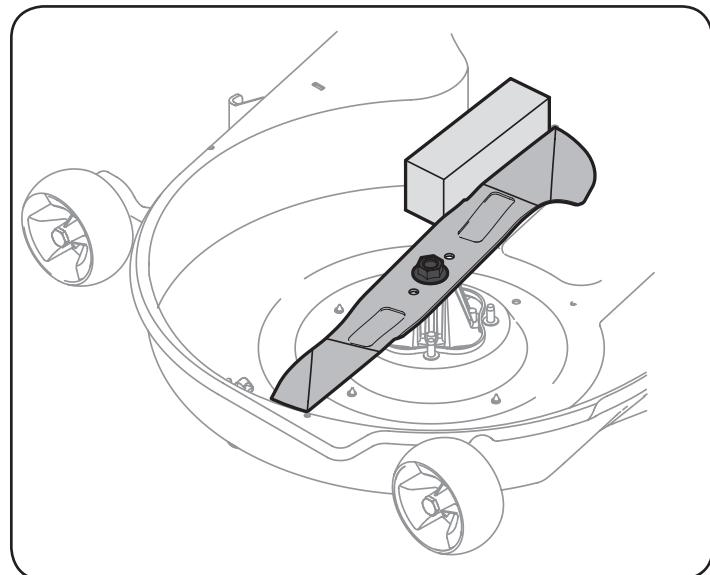

Figura 2
3. Estabilice una de las cuchillas de corte con una herramienta de bloqueo de cuchillas o un bloqueo de madera. Consulte la Figura 2.